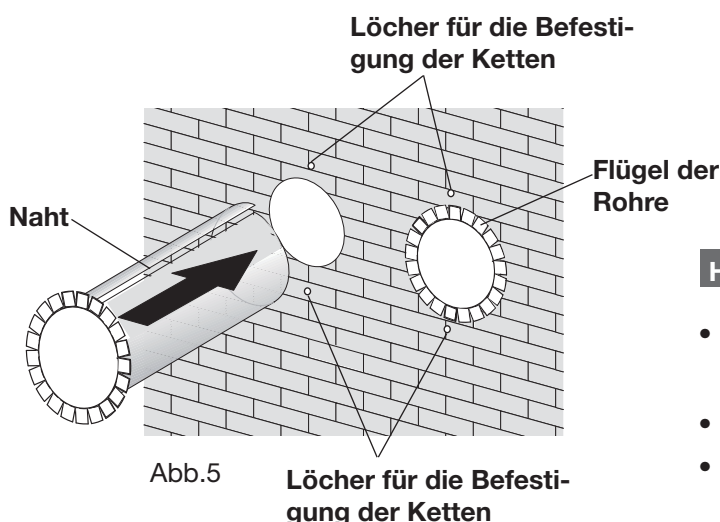
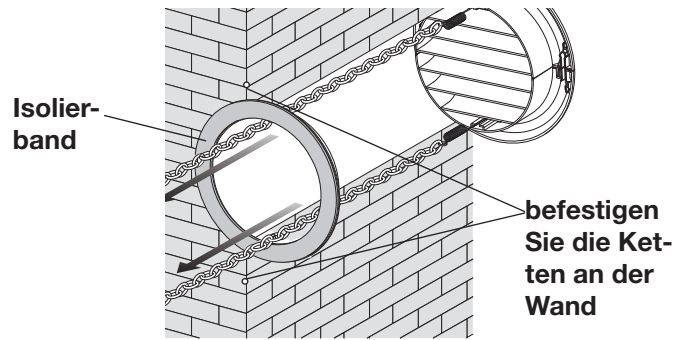

Abb.5
Abb. 7
- Legen Sie die erhaltenen Plastikrohre in die zwei Löcher ein, indem Sie auf die Naht achten (Abb. 5), die immer nach oben zeigen muss.
- Bringen Sie das selbstklebende Isolierband (Abb. 7) auf die Flügel der Rohre an der Wand an. (Abb. 5)
- Ziehen Sie die Kette, spannen Sie die Feder und befestigen Sie die Kettenblätter mit den mitgelieferten Schrauben und Unterlegscheiben in den Löchern in der Wand (Abb. 5 - 7).